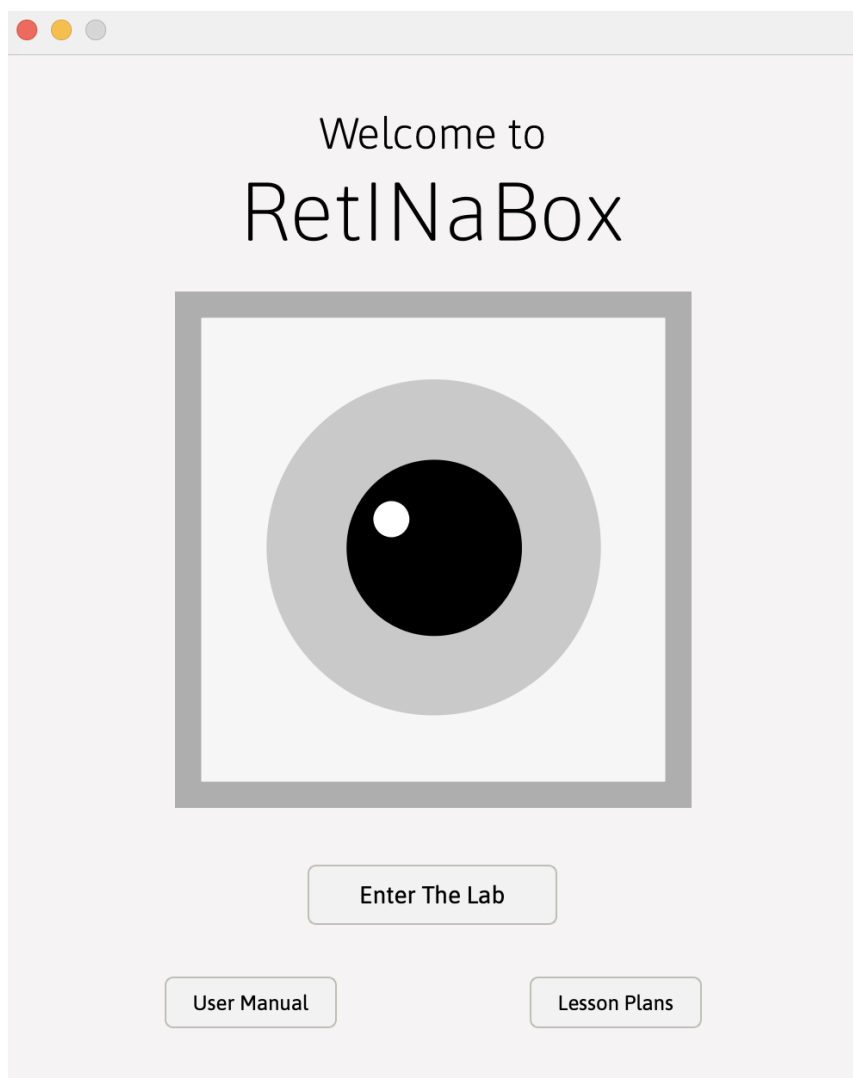

Рисунок 36. Экран приветствия РетнаБокс.
- b. Откроется экран приветствия (**Рис. 36**). Выберите «Войти в лабораторию», чтобы начать работу с РетнаБокс. Вы также получите доступ к руководству пользователя и планам уроков.